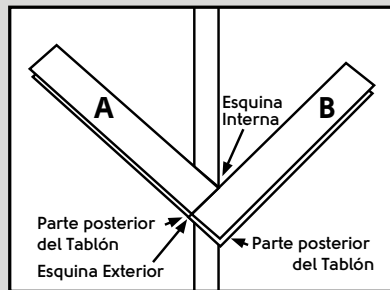

Fig. 5
6. Debe alinear el borde de la esquina exterior de la plancha «A» con la esquina interior en la posición de la línea opuesta (Fig. 5).